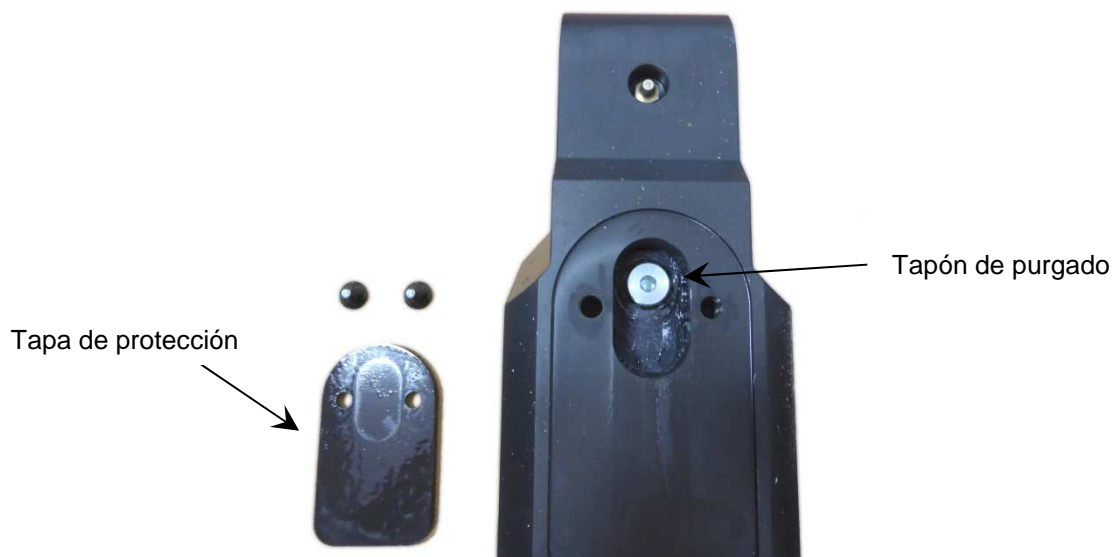

Imagen 2: tapón de purgado
5. Lubricar los seis (6) puntos de engrase del balancín **HK-Link**.
8. Desenroscar el tornillo de purgado aproximadamente una vuelta (ver imagen 2).